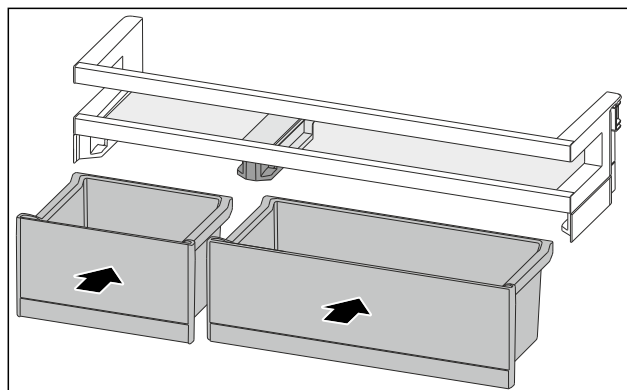

Fig. 110
- ▶ Vstavite bokse VarioBox v obratnem vrstnem redu. (glejte Fig. 110)